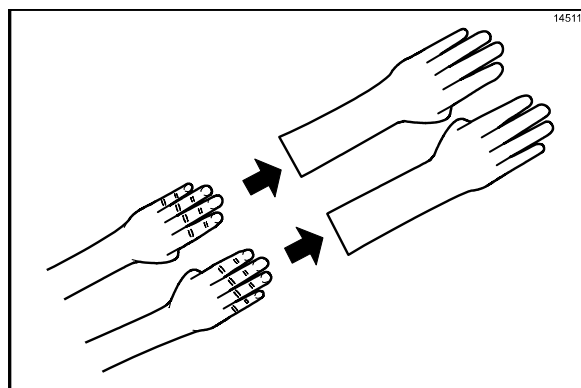

Figure 16
7. Mettre des gants résistants à la chaleur (Cf. Figure 16).